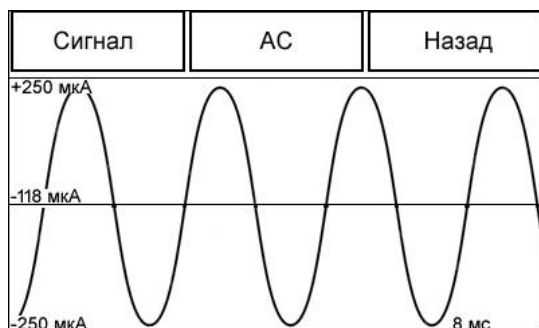

Рисунок 3.13 – Осциллограмма сигнала в режиме «Графики»
3.2.9 В режиме работы «Графики» (клавиши “Меню-Графики”) на дисплее амперметра индицируется осциллограмма измеряемого сигнала (рисунок 3.13).